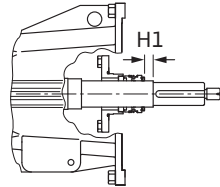

Fig. 31: Versija su mechaniniu sandarikliu
- Ant veleno užmauti fiksavimo žiedą 5.3 ir sumontuoti laikantis montavimo matmens H1 ir priveržimo momento (žr. Fig. 31 ir lent. 9).